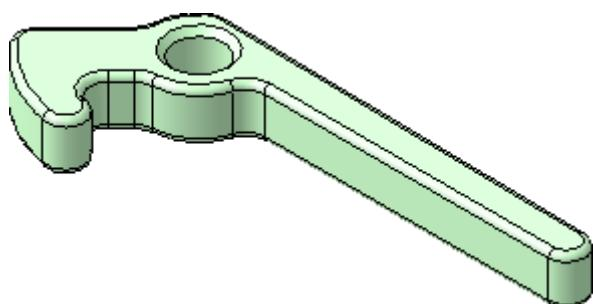

Рис. 57
- затем укажите на кромку отверстия, чтобы она удалилась из набора (рис. 57) – на панели свойств должно отобразиться **Границ 0, Ребра 15**;
С обеих сторон отверстия самостоятельно выполните фаску размером **0,5×45°** (рис. 57). Создайте объект спецификации на деталь. Скройте отображение вспомогательных объектов и сохраните документ.